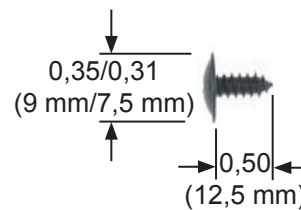

Figure 17
1. Des vis à bois type #10 à tête cylindrique bombée doivent être utilisées pour fixer le panneau de revêtement (Voyez la Figure 17). Un lot de 16 vis est fourni avec l'appareil dans la pochette de littérature.